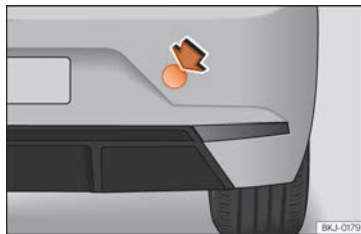

Abb. 159 Auf der rechten Seite des hinteren Stoßfängers: Abdeckung entfernen.
Die Abschleppöse wird in die hinter einer Abdeckung auf der rechten Seite des hinteren Stoßfängers befindliche Aufnahme eingeschraubt » (Abb. 159).
- Drücken Sie auf den oberen rechten Bereich der Abdeckung » (Abb. 159) und klinken Sie diese aus.